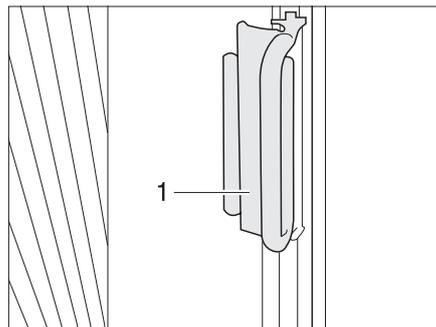

Bild 16 Griff Faltdunkelung Frontscheibe
- Die Faltdunkelungen für die Frontscheibe mit den Griffen (Bild 16,1) unter die Abdeckungen an den A-Säulen schieben und den Griff auf der Abdeckung feststecken. Die Faltdunkelung ist gesichert.